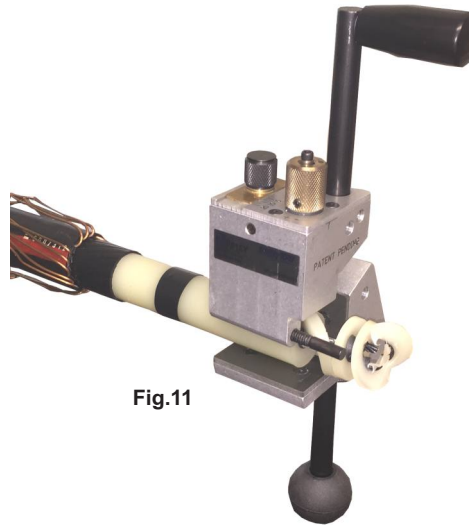

Fig.11
6. Comienza el corte. Gire la herramienta alrededor del cable para iniciar el corte. (Fig.11) Observe cuidadosamente la profundidad de la cuchilla y ajústelo si es necesario. Continúe pelando hasta que la arista de herramienta alcance el punto final.